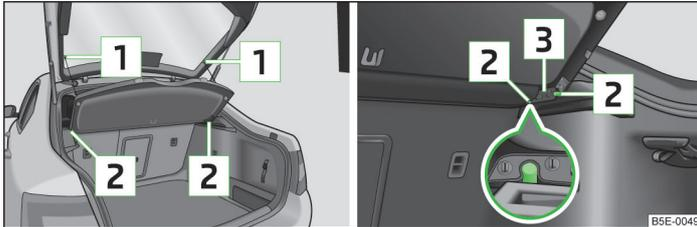

Abb. 87 Gepäckraumabdeckung ausbauen / einbauen
- Die Haltebänder **1** » Abb. 87 aushängen.
- Die Aufnahmen an der Abdeckung **3** » Abb. 87 über die Halterungen **2** an der Seitenverkleidung stellen.
- Die Aufnahmen der Abdeckung **3** » Abb. 87 müssen in den Halterungen der Seitenverkleidung **2** eingerastet sein.